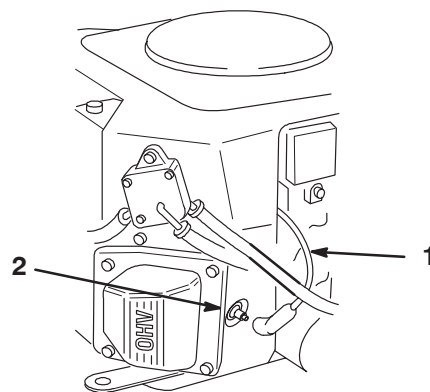

Figure 35
3. Débranchez les fils des bougies (Fig. 35).
3. Connectez les fils aux bougies (Fig. 35).